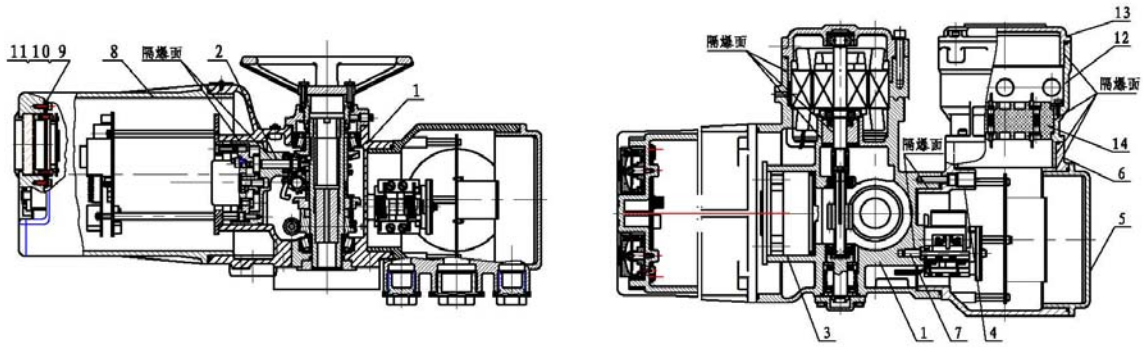

图 5 IMT-04~03Ex 隔爆结构示意图
- 2.5 产品在调试、维修过程中不得磕碰或划伤各隔爆件的隔爆面。（见图5~7）